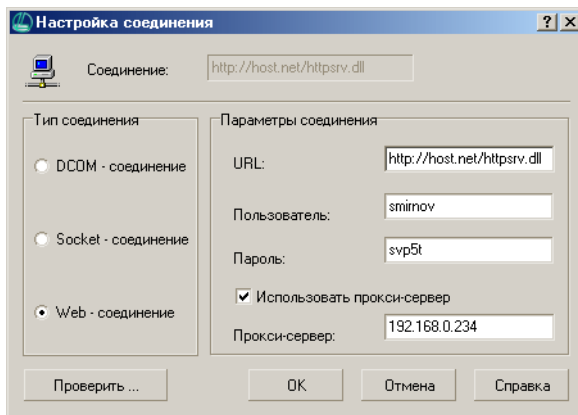

Рис. 5.35.
1.3. Если вы указали Web-соединение, в группе **Параметры соединения** (рис. 5.35) введите: